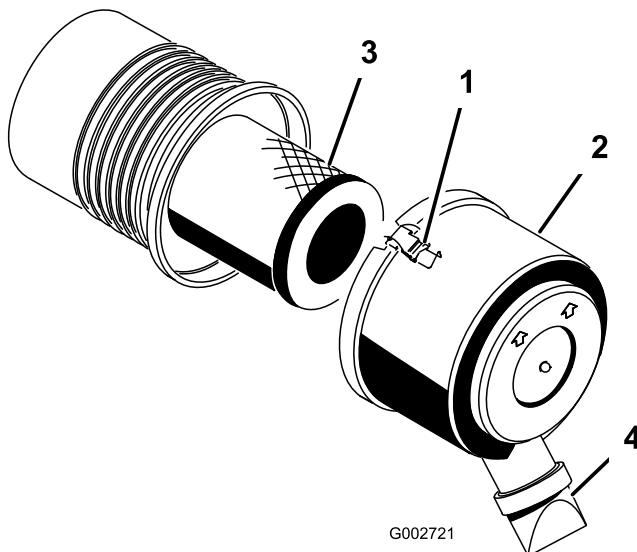

Bild 26
1. Lösen Sie die Laschen, mit denen die Abdeckung des Luftfilters am Luftfilterkörper befestigt ist (Bild 26).